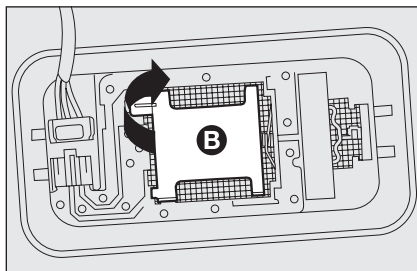

fig. 33
- ☐ abrir la tapa **B**-fig. 33 como se indica;